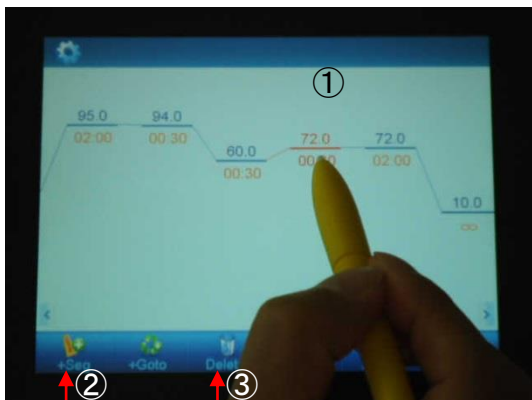

図4
セグメントを追加したい場合、追加するセグメントのすぐ後のセグメントを選択(図4-①)してから、+Seg(図4-②)をタッチすると、選択したセグメントがコピーされて前に挿入されます。
(セグメントを選択(図4-①)して、Delete(図4-③)をタッチすると、そのセグメントが削除されます。)